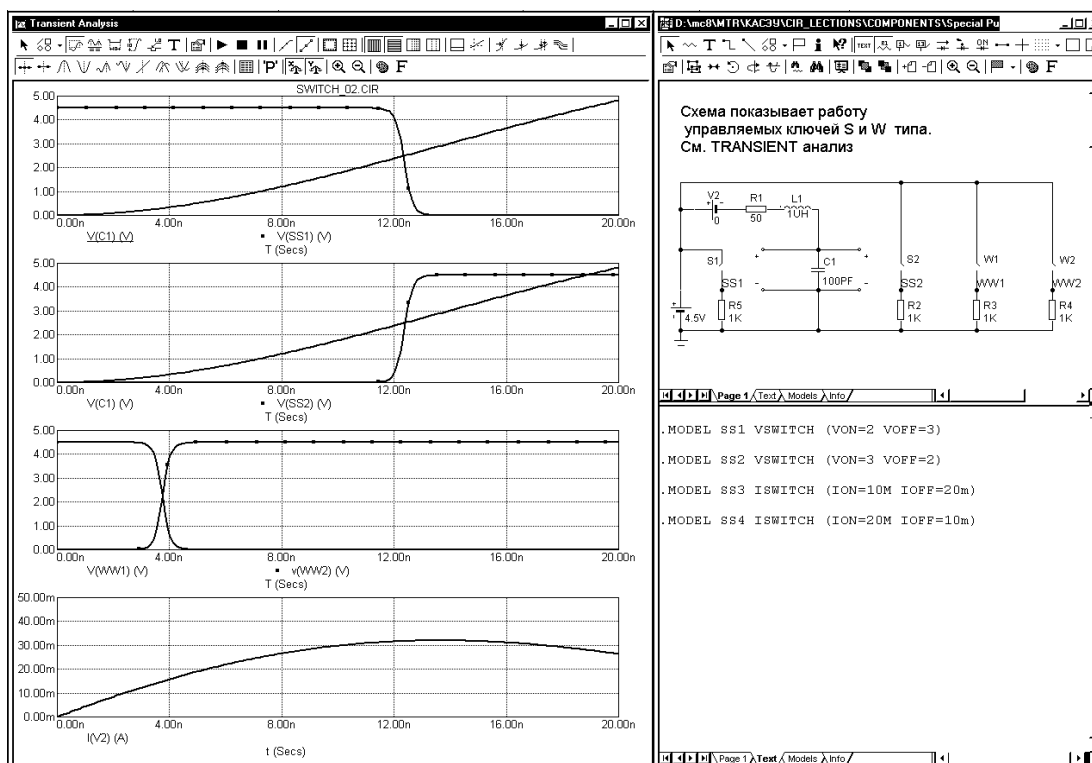

Рис. 6.22. Моделирование ключей, управляемых током и напряжением
Примеры моделирования ключей, управляемых напряжением (S) и током (W) приведены в схемном файле **Switch_02.CIR** из каталога **COMPONENTS\SPECIAL PURPOSE** (см. также рис. 6.22).